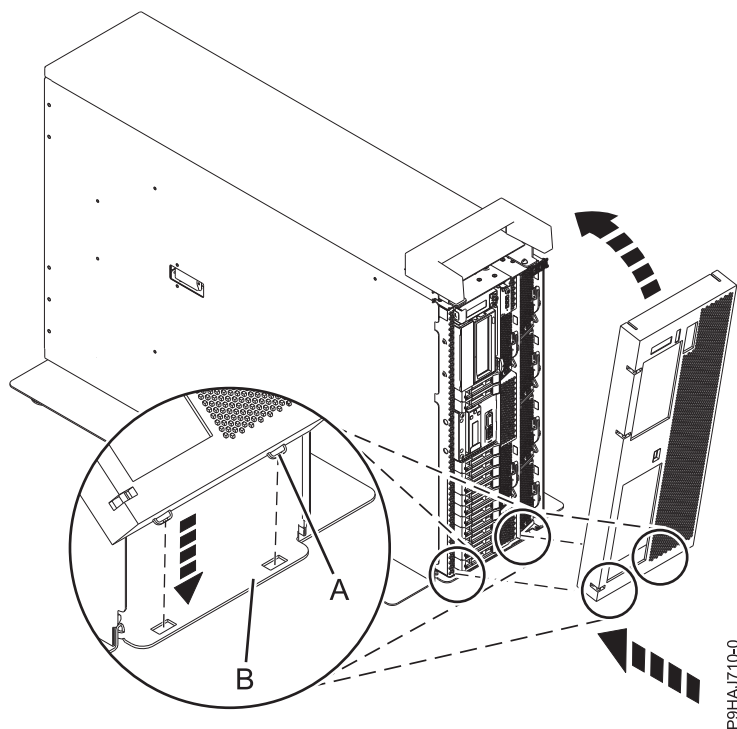

Figura 18. Instalación de la cubierta y de la puerta frontales
2. Alinee la cubierta hasta que las dos pestañas (A) se encajen en las ranuras de la placa base (B) tal como se muestra en la Figura 18 en la página 33.